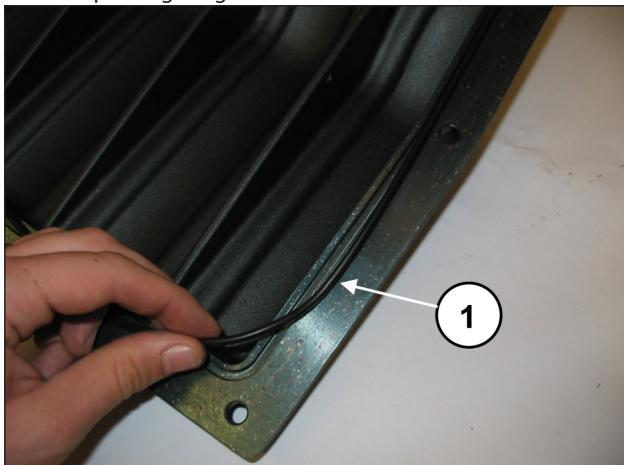
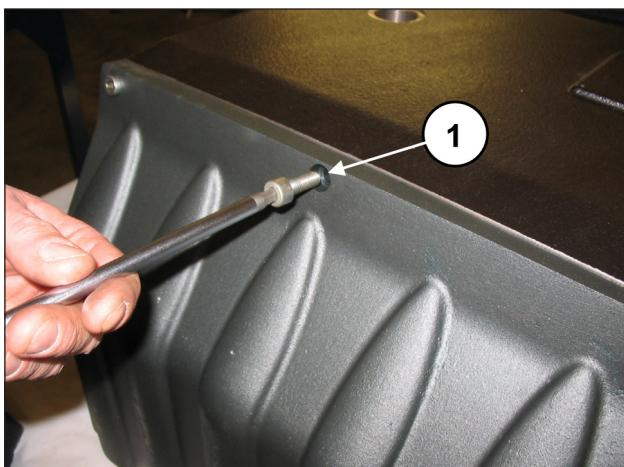

Abb. 91
Abb. 92
Setzen Sie den O-Ring in den hinteren Deckel ein (Pos. ①, Abb. 91) und befestigen Sie ihn am Gehäuse mit den 10 Schrauben M8x20 (Pos. ①, Abb. 92).